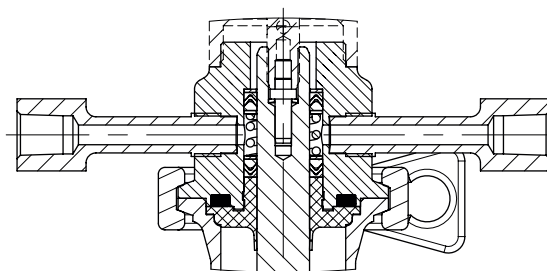

Bild 5: Dampfsperre
- **Dampfsperre** (ohne EHEDG-Konformität), vgl. Bild 5
Zur Sterilisation der Kegelstange mittels Dampf oder einer sterilen Flüssigkeit kann eine Dampfsperre (Bild 5) vorgesehen werden.
¹⁾ Gehäusedichtung aus PEEK nur verfügbar für EHEDG-Ausführung, vgl. Bild 2, Bild 4 und Bild 5